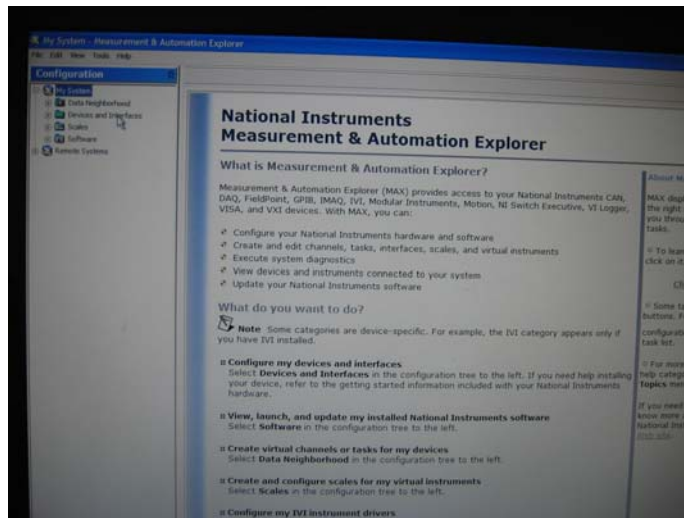

Figura 7.5: Configurar multímetro.
2. Primero se configura el multímetro (figura 7.5).